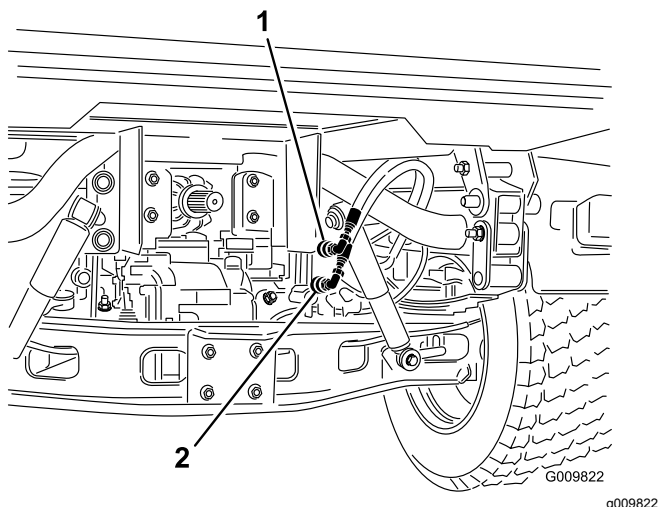

図 17
2. シリアル番号が 240000001 以上のワークマンでは、カップラブラケットに接続されているカップラから昇降シリンダのホース2本を外す図 17。シリンダホースのクイックカップラにキャップを取り付ける。